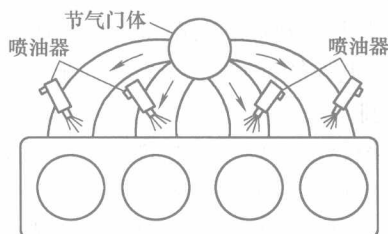

图 1-5 进气道喷射
1) 进气道喷射。进气道喷射(图 1-5)是指在每个气缸的进气门前安装一个喷油器。喷油器喷射出燃油后, 在进气门附近与空气混合形成可燃混合气, 这种喷射系统能较好地保证各缸混合气总量和浓度的均匀性。目前大多数车型如奥迪 A6、本田雅阁以及捷达等都采用这种多点燃油喷射系统。